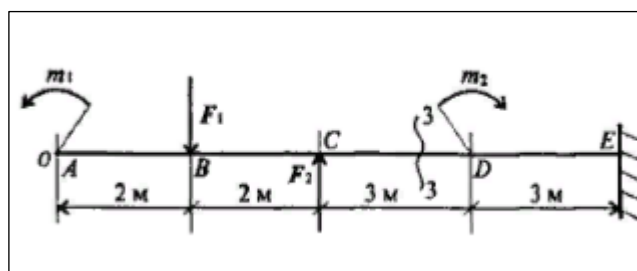

Рисунок 2
- 2) Определяете величину изгибающего момента в точке В (рис.2), если  $m_2 = 28 \text{ кНм}$ ,  $F_1 = 20 \text{ кН}$ ,  $F_2 = 30 \text{ кН}$